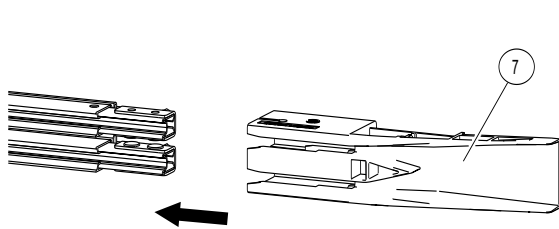

図 21: エントリーファネルをフィードポイントに押し込む
- エントリーファンネルを導体レール端に押し込みます（図21参照）。